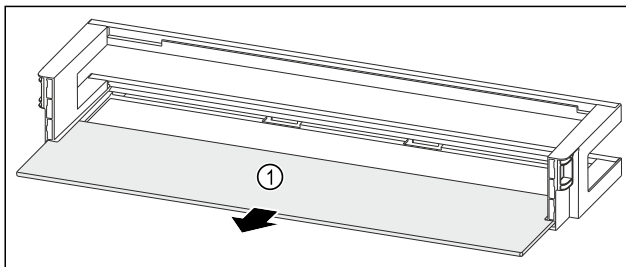

Fig. 89 Türabsteller mit Abstellfläche
- Abstellfläche Fig. 89 (1) entnehmen.